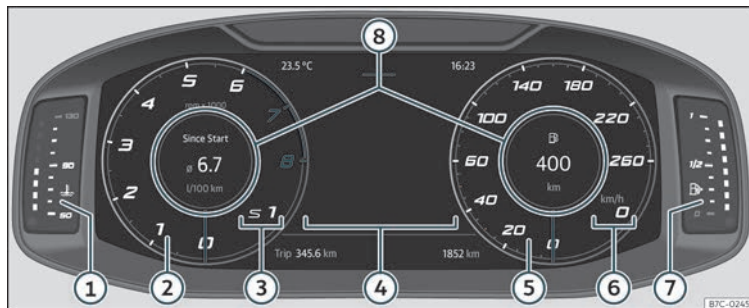

Fig. 55 Digital Cockpit no painel de instrumentos (vista clássica).
Na *Vista Clássica* e em *Semicircular watches* é possível personalizar a informação que aparece em **Perfis de informação** » Fig. 55 ⑧.
Os ponteiros de rotações por minuto e do velocímetro aparecem em todo o seu comprimento » Fig. 55.